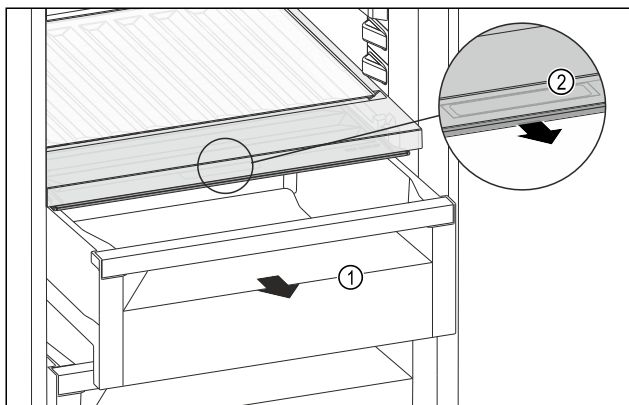

Fig. 147
- ▶ Извлеките выдвижной ящик Fig. 147 (1).
- ▶ Возьмитесь за утопленную ручку Fig. 147 (2) на крышке отделения и одновременно потяните крышку отделения вперед.